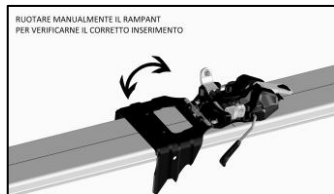

FIGURA 29
- Una volta inserito correttamente e centrato nella sua sede, rilasciare il rampante, ottenendo la posizione rappresentata in **FIGURA 29**.
- **Testare poi la corretta stabilizzazione laterale del rampant e che sia libero di oscillare sul perno di fissaggio, come rappresentato in FIGURA 29.**